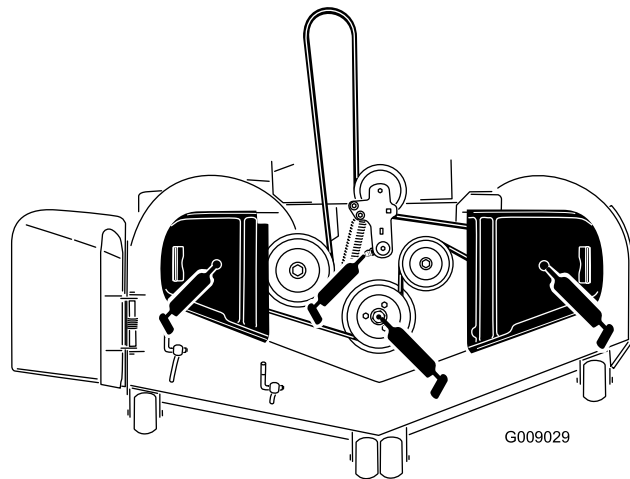

Figura 50
5. Lubrificate il perno della puleggia tendicinghia del piatto di taglio finché non fuoriesce grasso dalla parte inferiore (Figura 50).
6. Ingrassate i 3 cuscinetti del fusello finché il grasso non fuoriesce dalle guarnizioni inferiori (Figura 50).
7. Lubrificate il braccio di rinvio della cinghia di trasmissione (Figura 50).